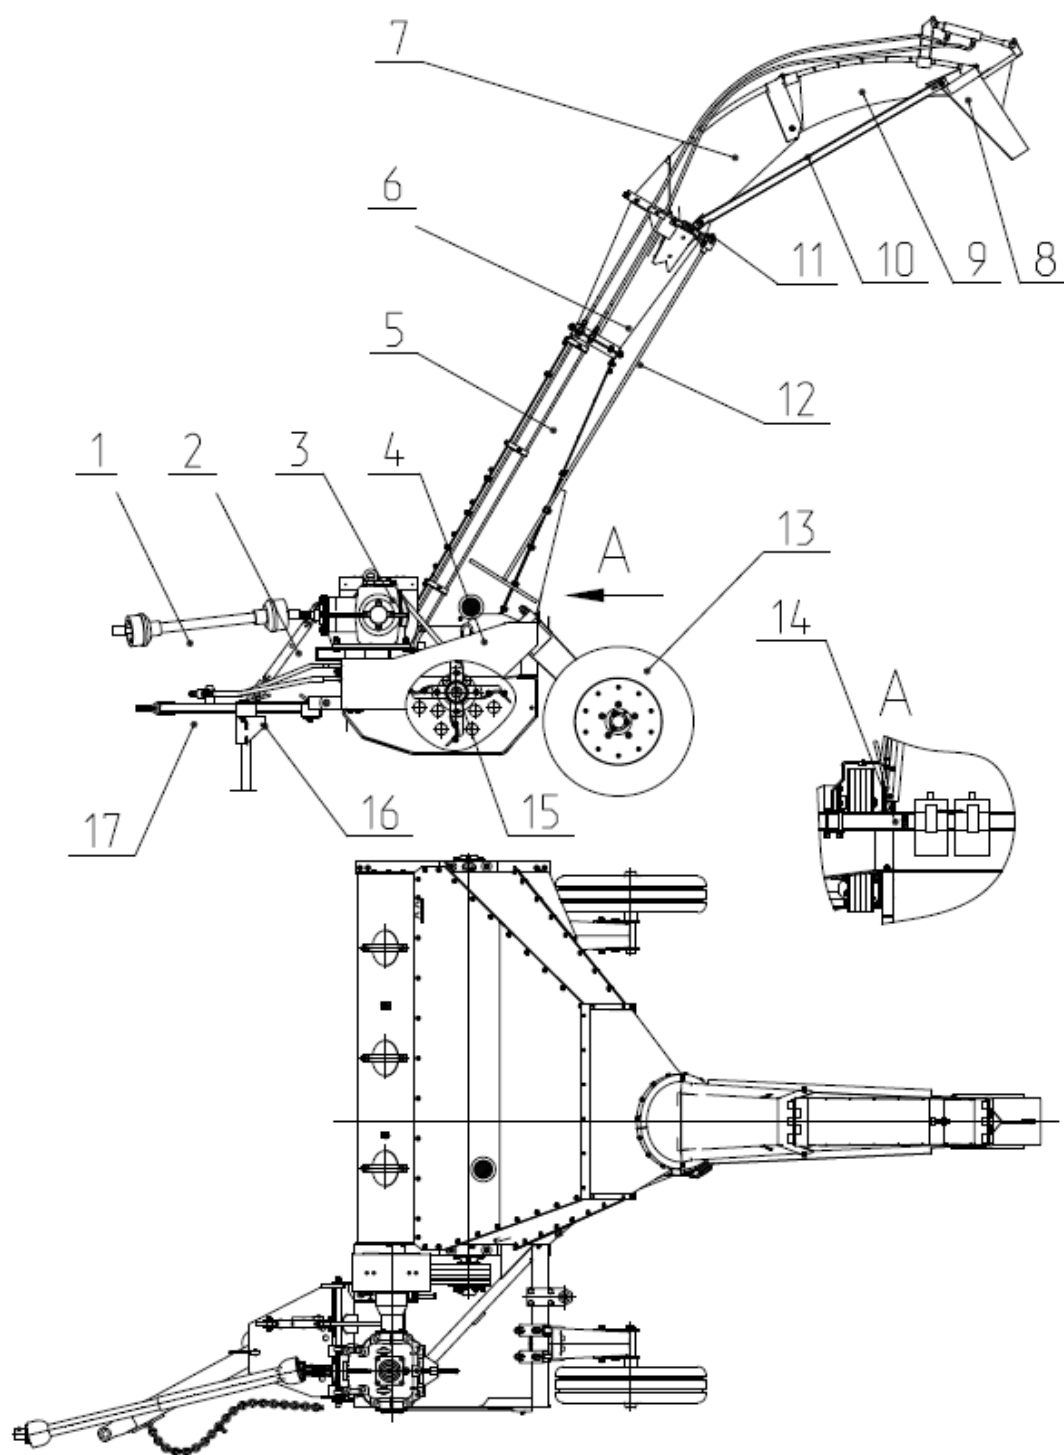

Рис.1 КИР-1,85
Рис.1а КИР-1,85И.
2.1. Основным рабочим органом косилки является ротор 15 (рис.1), смонтированный на двух боковинах, приваренных к основной раме 4 (рис.1)